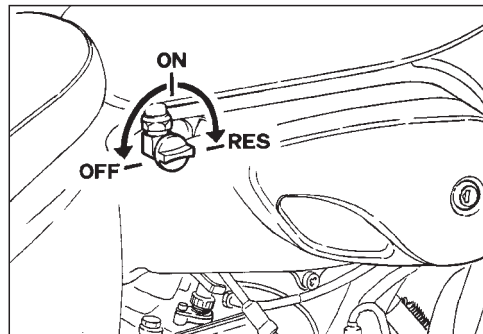

Fig. 7
- ◆ Aprire il rubinetto carburante (Fig. 7) ruotandolo in posizione "ON".
Chiudere il rubinetto del carburante ruotandolo in posizione "OFF" (Fig. 7).